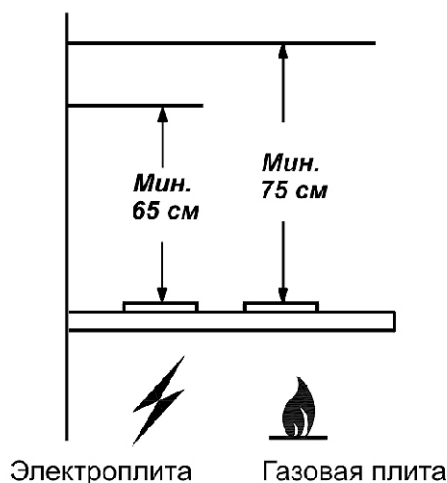

рис. 1
1.2 Вытяжку устанавливайте на высоте, как показано на рис. 1.
4.7 Устанавливайте вытяжку над плитой в соответствии с рис. 1.
- разметьте линию установки нижней части вытяжки над плитой (рис. 1);